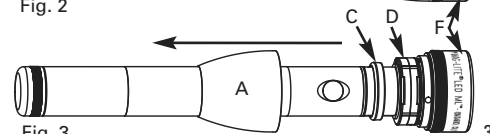

Fig. 3
4), faire glisser la collerette le long du corps de la lampe (B) pour accéder à la bague d'alignement (C sur les Fig. 3 et 4), régler le faisceau jusqu'à obtenir un point aussi petit que possible en utilisant l'anneau de réglage (D dans les Fig. 3 et 4), puis en déplaçant la bague d'alignement (C) jusqu'à obtenir un réglage parfait. Détail des étapes :
Après avoir fait glisser la collerette (A) le long du corps de la lampe (B) comme sur les Fig. 3 et 4, allumez la lampe. Juste derrière la bague moletée (E) se trouve un grand anneau de plastique appelé anneau de réglage (D). En tournant l'anneau de réglage (D) dans un sens ou dans l'autre, réglez la largeur du faisceau jusqu'à obtenir un point aussi petit que possible. Une fois le réglage effectué, repérez le petit anneau de plastique appelé bague d'alignement (C), que vous utiliserez pour régler l'alignement du faisceau. Tenez le corps de la lampe (B) dans votre main droite (voir Fig. 4), prenez la bague d'alignement (C) entre le pouce et l'index droits. Puis « inclinez » la bague d'alignement (C) dans différentes directions et observez l'effet que cela a sur le point lumineux. Vous verrez que le point lumineux se déforme ou s'arrondit. Repérez la position qui permet d'avoir un point aussi rond que possible, et vous aurez correctement aligné le faisceau. Laissez la bague d'alignement (C) dans cette position.
4. Après avoir trouvé le meilleur alignement, éteignez la lampe et serrez la collerette (A) dans sa position initiale, à l'arrière de la tête de la lampe. Faites tout d'abord remonter la collerette (A) le long du corps de la lampe (B) jusqu'à l'arrière de la bague moletée (E). Si vous